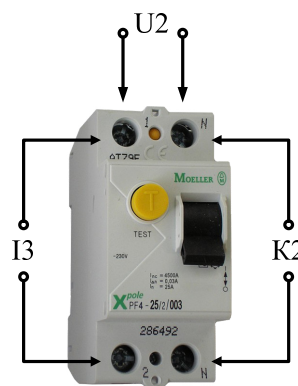

Рисунок 14.11
- 1) собрать схему проверки (рисунок 14.11). Для проверки УЗО на 10 мА, может понадобиться внешний резистор 50-100 Ом (не менее 2 Вт), включенный в цепь  $I_3$ ;